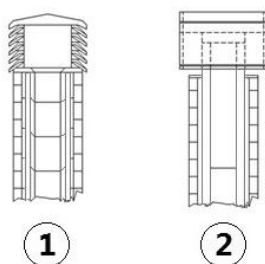

Fig. 5 - Comignoli antivento
- Si consiglia un comignolo di tipo antivento, vedi **Fig. 5**.
- Canna fumaria esterna realizzata esclusivamente con tubi inox isolati cioè con doppia parete minimo Ø100/120 mm: il tutto ben ancorato al muro. Con comignolo antivento (vedi **Fig. 5**).